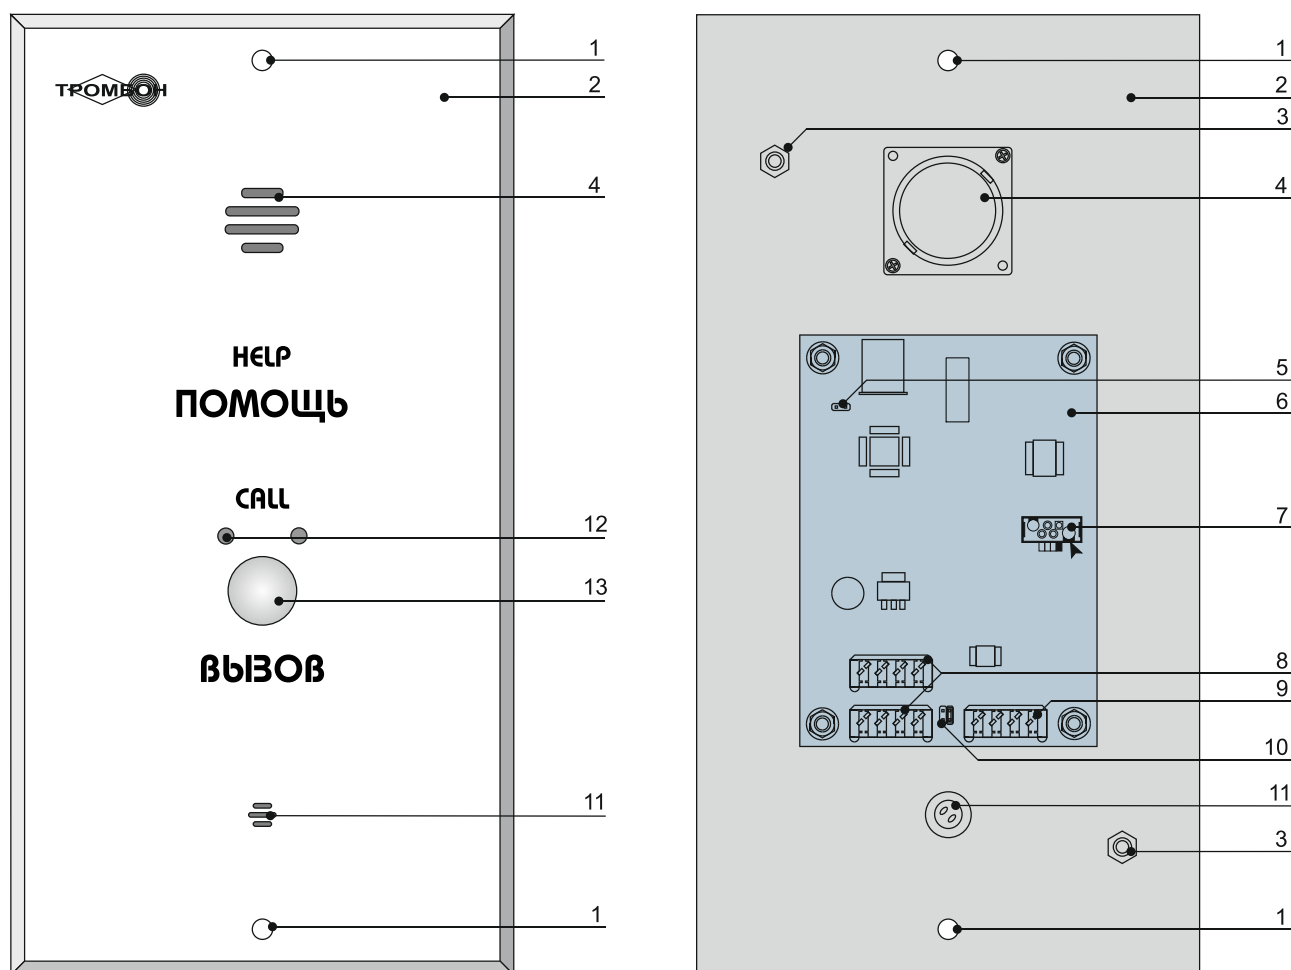

Рис. 1. Внешний вид «Тромбон СОРС-АВУ-В/В1» и вид на АВУ сзади, со снятой крышкой.
2). Снимите крышку АВУ. Подключите к разъемам рис. 1, поз. 8 линии связи с ЛБС и другими АВУ системы. АВУ подключаются к линии связи с ЛБС последовательно, соединений типа «звезда» на одной линии не допускается. Для удобства подключений АВУ имеет два разъема, контакты которых соединены параллельно. К одному разъему подключается линия связи от ЛБС или предыдущего АВУ в линии, ко второму – линия связи со следующим АВУ. Схема подключения указана в приложении 2.
3). Включите согласующие резисторы у последних АВУ в каждой линии. Включение резистора выполняется перестановкой перемычки рис. 1, поз. 10 на левую пару контактов.
4). Подключите к разъему рис. 1, поз. 9 устройства помощи МГН. Схема подключения представлена в приложении 3.
5). Подключите кабель от микрофона и динамика к соответствующему разъему на плате АВУ, см. рис. 1, поз. 7.
б). Наденьте на стойки, см. рис. 1, поз. 3 крышку АВУ. Подключите к одной из стоек экранирующую оплетку кабеля линии связи с ЛБС. Закрепите крышку АВУ профильными гайками.
При изменении конфигурации системы или установке в систему ранее использованного АВУ, необходимо выполнить смену его адреса на заводской (по умолчанию). Только после этого возможно запрограммировать это АВУ в систему. Для смены адреса на заводской необходимо на клеммы АВУ рис. 1